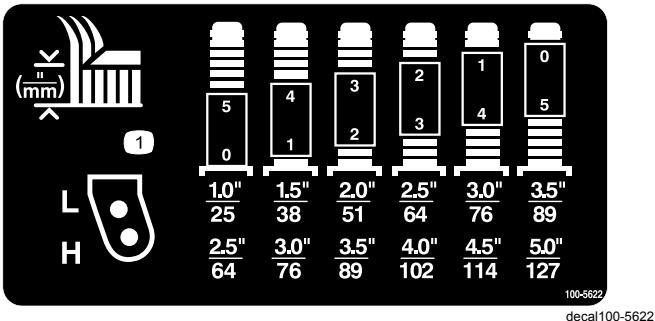
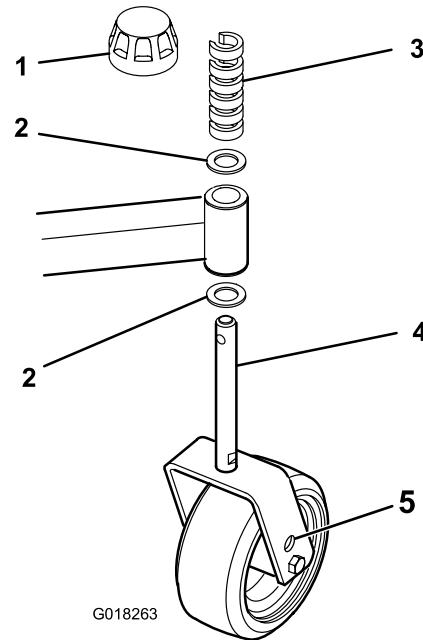

Figura 8
Figura 9
2. Coloque los ejes de las ruedas giratorias en el mismo taladro en todas las horquillas. Consulte Figura 7, Figura 8 y Figura 9 para saber cuáles son los taladros adecuados para esta configuración.
- Consulte Figura 8 para saber la combinación de espaciadores para esta configuración.
1. Retire el casquillo tensor del eje de la rueda (Figura 9).